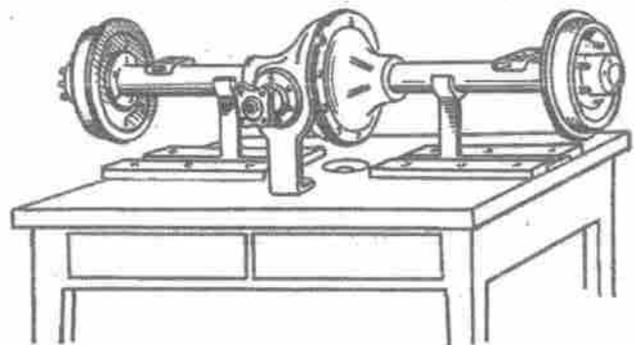

Bild 151. Aufstellen der Hinterachse auf dem Prüfstand
1. Hinterachse am Stand befestigen (Bild 151) und Ölsinfall- und -ablaßschrauben herausdrehen.